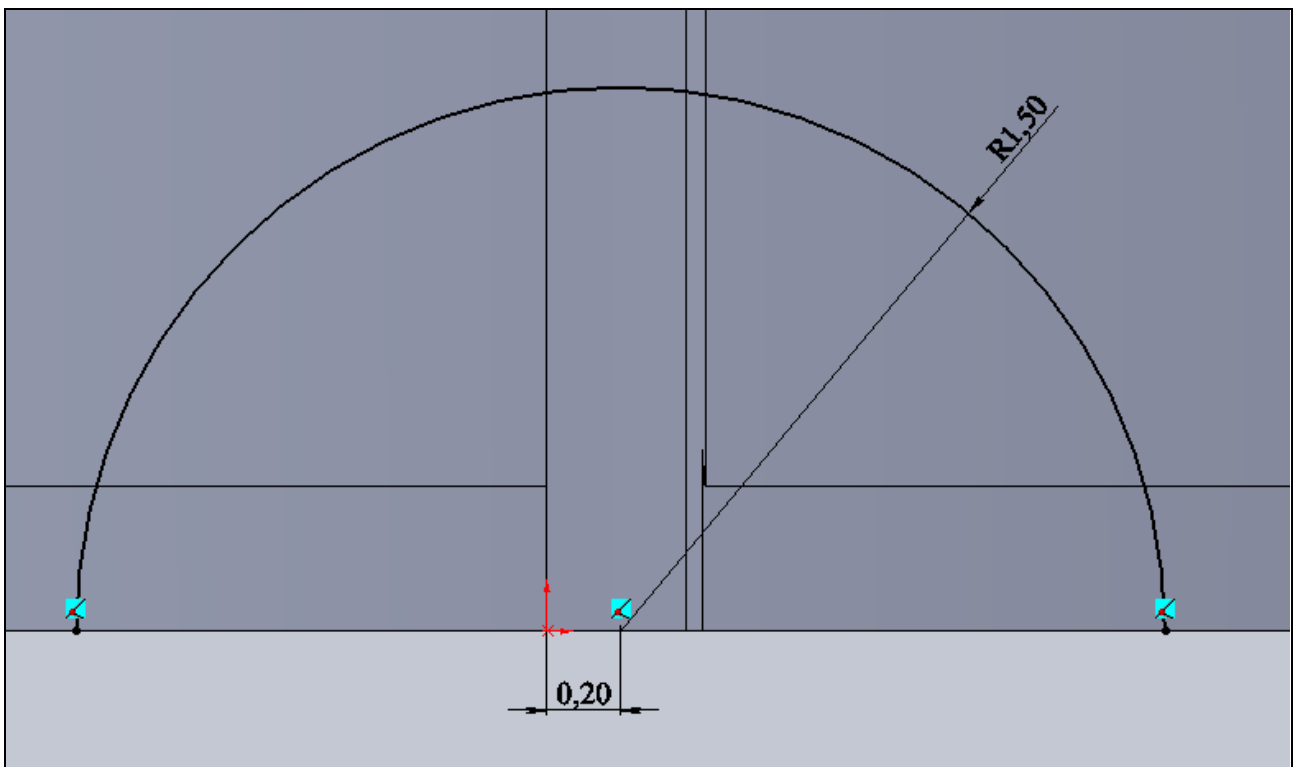

Рис. 2.20. Эскиз выреза под штифт
6. В двухтактных двигателях поршневое кольцо фиксируют относительно поршня, чтобы кольцо не проворачивалось на поршне и кромки кольца не попали в выпускное или продувочное окно. Фиксацию кольца осуществляют с помощью штифта, установленного в поршень, а в замке кольца изготавливают ответный вырез под штифт. Давайте изменим форму кольца под этот штифт. Для этого щелкните мышью в **Дереве Конструирования** на плоскости **Справа** и затем на этой плоскости откройте новый эскиз. Чтобы повернуть эскиз плоскостью параллельно экрану нажмите на кнопку  — **Перпендикулярно** в панели инструментов **Стандартные виды**. Постройте эскиз, показанный на рис. 2.20.